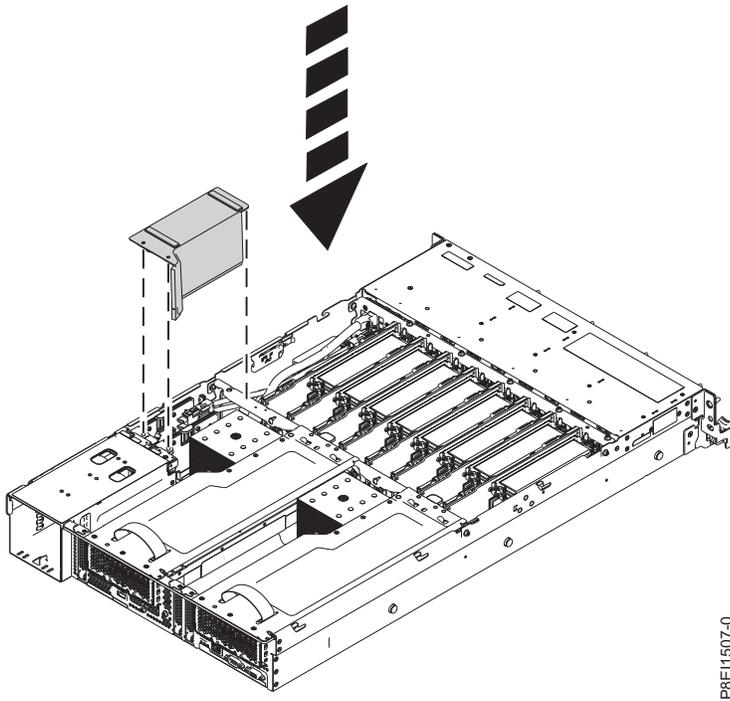

Figura 119. Instalando o riser de energia da placa defletora de ar
8. Instale a placa defletora de ar no riser de energia. Consulte Figura 119 na página 114. Assegure-se de que os orifícios na placa defletora estejam alinhados com os pinos no sistema.